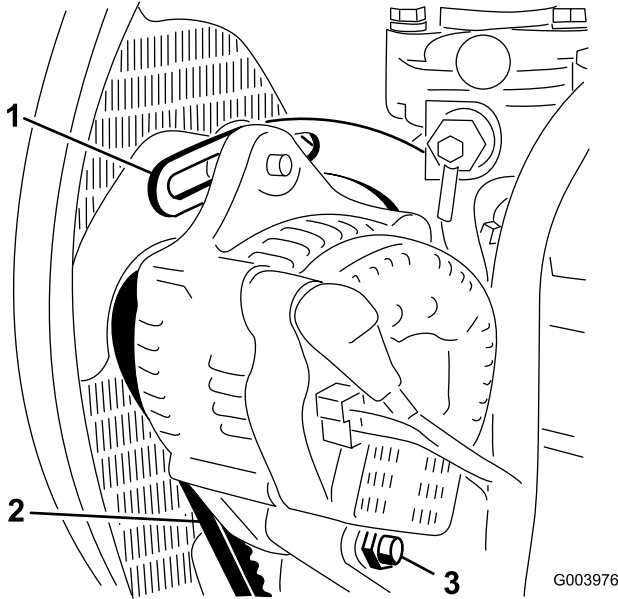

图69
2. 检查交流发电机皮带张紧力的方法：使用 10kg 的力按压交流发电机和曲轴箱皮带轮之间的皮带（图69）中间位置。
3. 松开将皮带环形支架固定到发动机（图69）的螺栓，以及将交流发电机固定到皮带环形支架上的螺栓和枢轴螺栓。